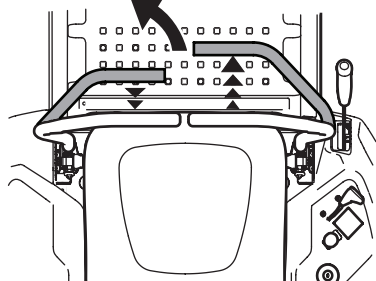

Figura 29
1. Para girar a la izquierda, mueva la palanca de control de la transmisión del lado izquierdo hacia atrás respecto de la palanca de control de la transmisión derecha (Figura 29).